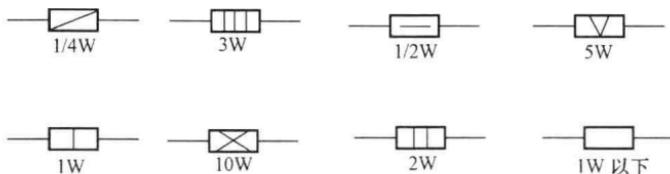

图1-4 常用电阻额定功率的表示方法
b. 电阻的额定功率。电阻在正常工作时允许消耗的最大功率叫做电阻的额定功率。电阻的额定功率与其所用材料和体积大小有关。一般来说，绕线电阻的额定功率较大，体积大的电阻的额定功率也较大。在使用过程中，电阻实际消耗的功率超过其额定功率，就会使电阻的温度升高而引起阻值的变化，严重时可烧毁电阻。为了保证安全可靠，通常所用电阻的额定功率应比实际消耗的功率大100%~200%。电阻额定功率的标称值有1/8, 1/4, 1/2, 1, 2, 5W和10W等。常用电阻额定功率的表示方法如图1-4所示。